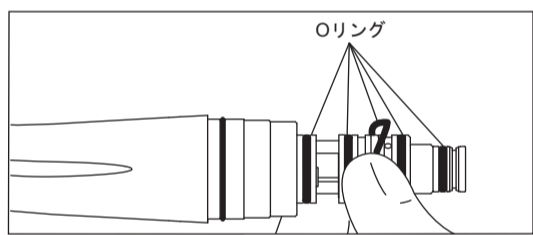

図11
- 2) 不良Oリングを指先でたるみを付けて取り外してください。(図11)